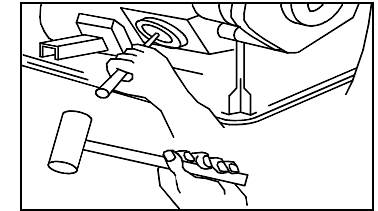

Figure 1 - Enlevez la Pastille
3. Enlevez la pastille indiquée. Utilisez un poinçon ou un tournevis solide pour défoncer la pastille près de la bordure extérieure et la faire tourner dans son trou (fig. 1). Enlevez la pastille avec des pinces.